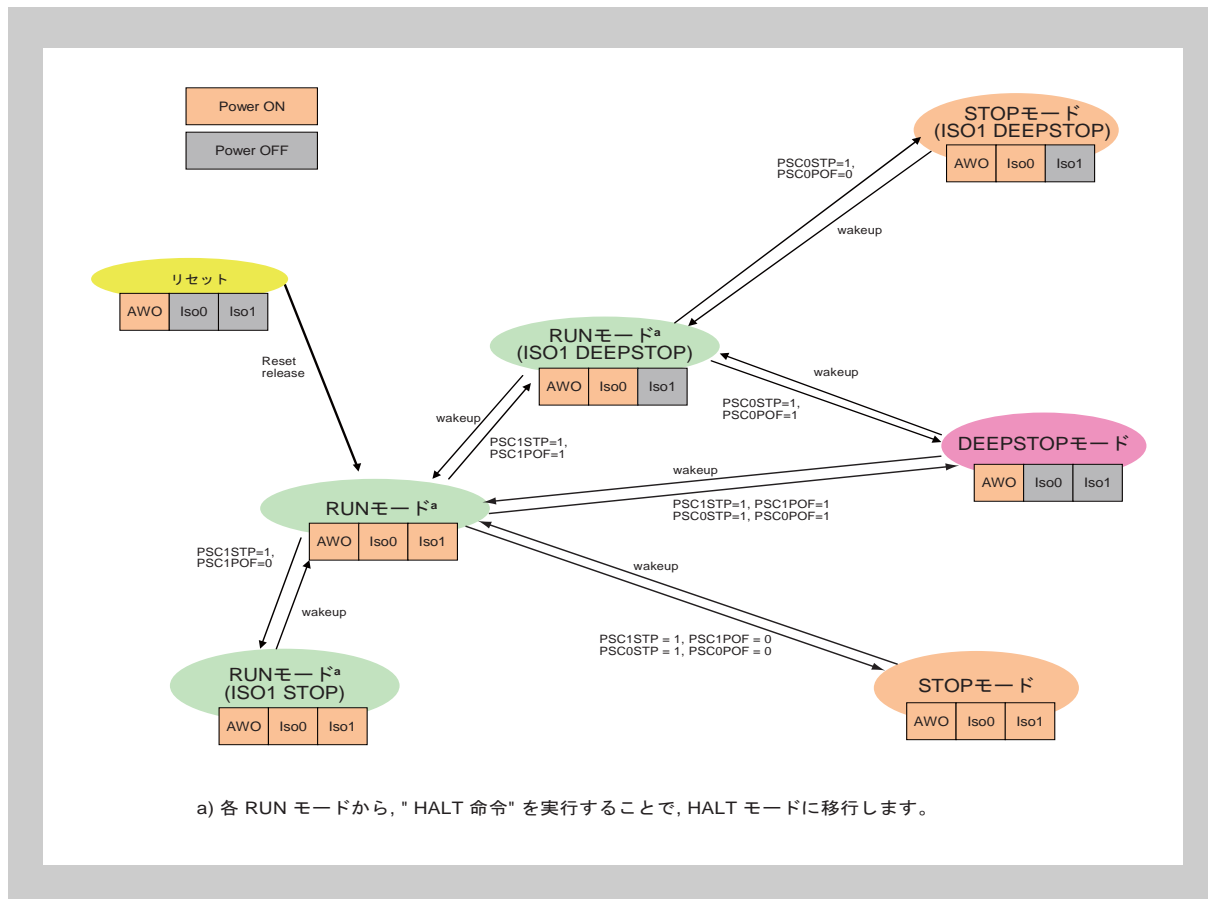

図 10-1 パワー・セーブ・モードの移行
**外部割り込みINTPx** すべての外部割り込みINTPxにより、パワー・セーブ・モードから遷移します。詳細は図10-1「パワー・セーブ・モードの移行」を参照してください。